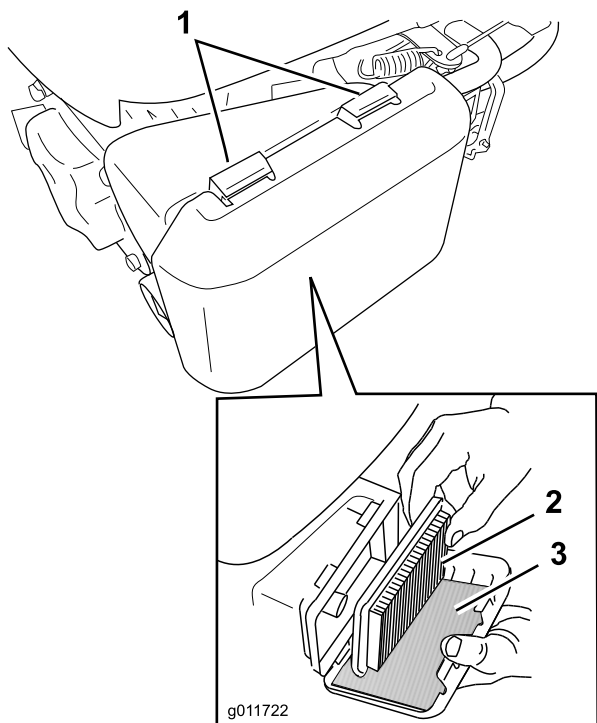

Figura 28
1. Premete verso il basso le linguette di chiusura del coperchio del filtro dell'aria (Figura 28).
3. Estraete il filtro aria di carta e il prefiltro in schiuma sintetica (Figura 28).